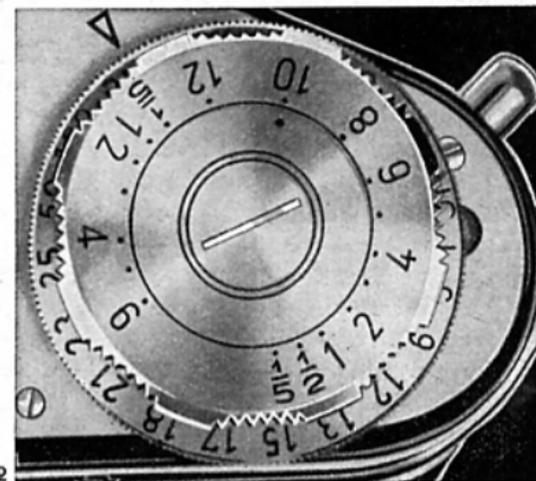

Abb. 12
Am Einstellknopf (17) (Abb. 12) sind längere Belichtungszeiten als  $\frac{1}{25}$  Sek. einstellbar. Sekundenbruchteile (z. B.  $\frac{1}{5}$  Sek.) sind auf diesem